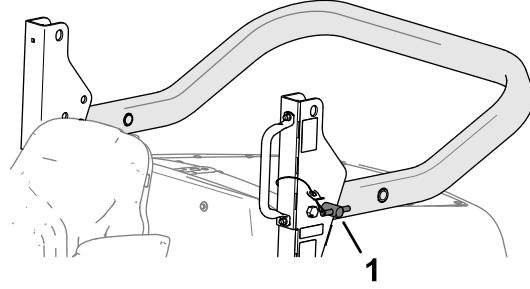

**Figure 30**
5. Insérez les axes dans les trous inférieurs des supports de pivot de l'arceau de sécurité (Figure 30).